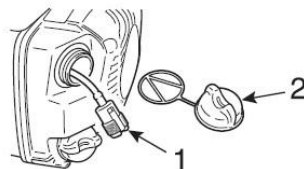

Fig. 19
ATTENZIONE! Se il motore della motosega facesse fatica ad avviarsi, controllare il filtro del carburante (Fig. 19-①) e qualora fosse ostruito sostituirlo.
1. Svitare il tappo del serbatoio del carburante (Fig. 19-②).
2. Estrarre il filtro del carburante (Fig. 19-①) dal serbatoio con un uncino metallico.
3. Filtro del carburante ostruito	3. Sostituire il filtro del carburante (Fig. 19-①) con uno nuovo (vedi paragrafo "FILTRO DEL CARBURANTE")